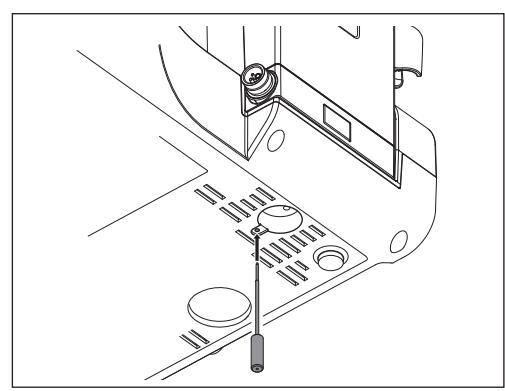

図45
- 1) 付属のロック解除ピンをコントロールユニットの底面にある穴に挿し込み、完全に押し込みロックボタンを解除します（図45）。